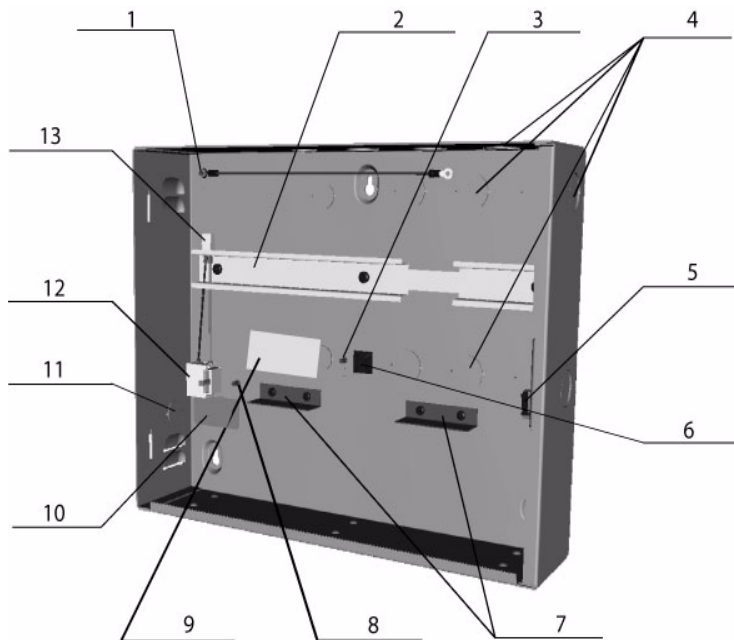

Figure 1 Éléments du caisson
1. Montez l'AMC sur le rail (élément **2** dans la *Figure 1*) et mettez l'alimentation de côté.